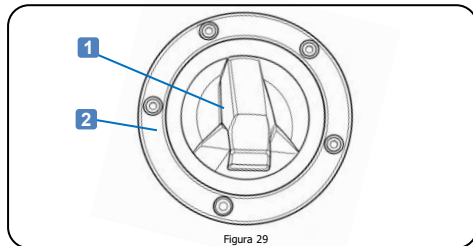

Figura 29
2. A tampa fica na parte superior do tanque de combustível. Para acessar o reservatório, remova a proteção da fechadura representada na **figura 29, item 1**, insira e gire a chave 90° no sentido horário. Abra a tampa representada na **figura 29, item 2**.